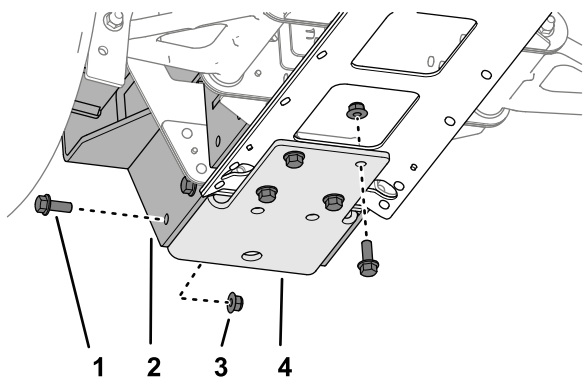
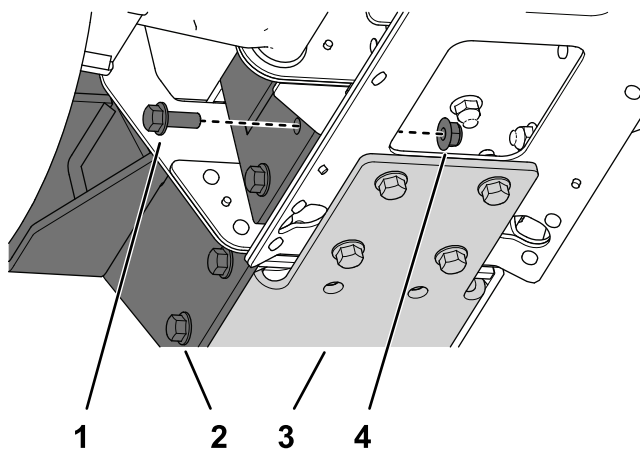
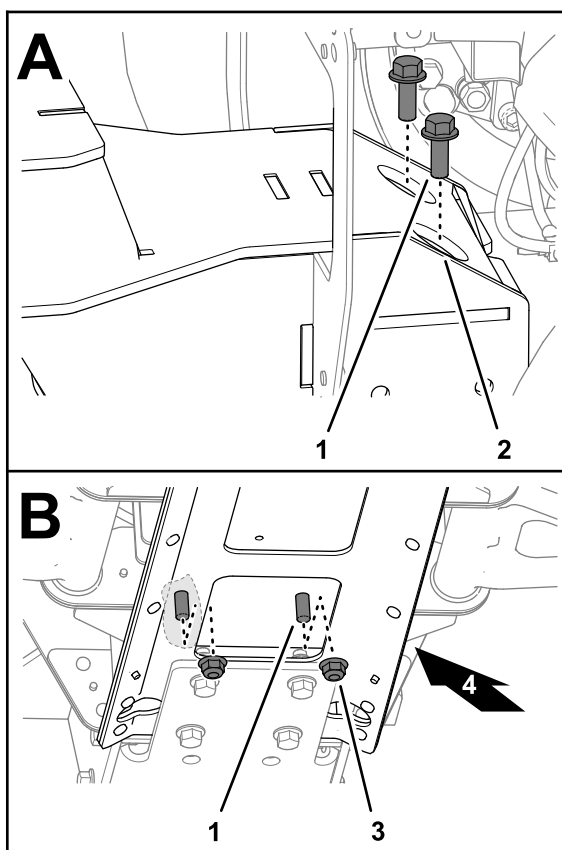

Рисунок 57
Рисунок 58
Рисунок 59
1. Установите крепление подборщика мячей и нижний кронштейн на передний швеллер рамы и среднюю пластину швеллера (Рисунок 57, Рисунок 58 и Рисунок 59) с помощью 14 фланцевых болтов ($\frac{3}{8}$ x 1 дюйм) и 14 фланцевых контргаек ($\frac{3}{8}$ дюйма).